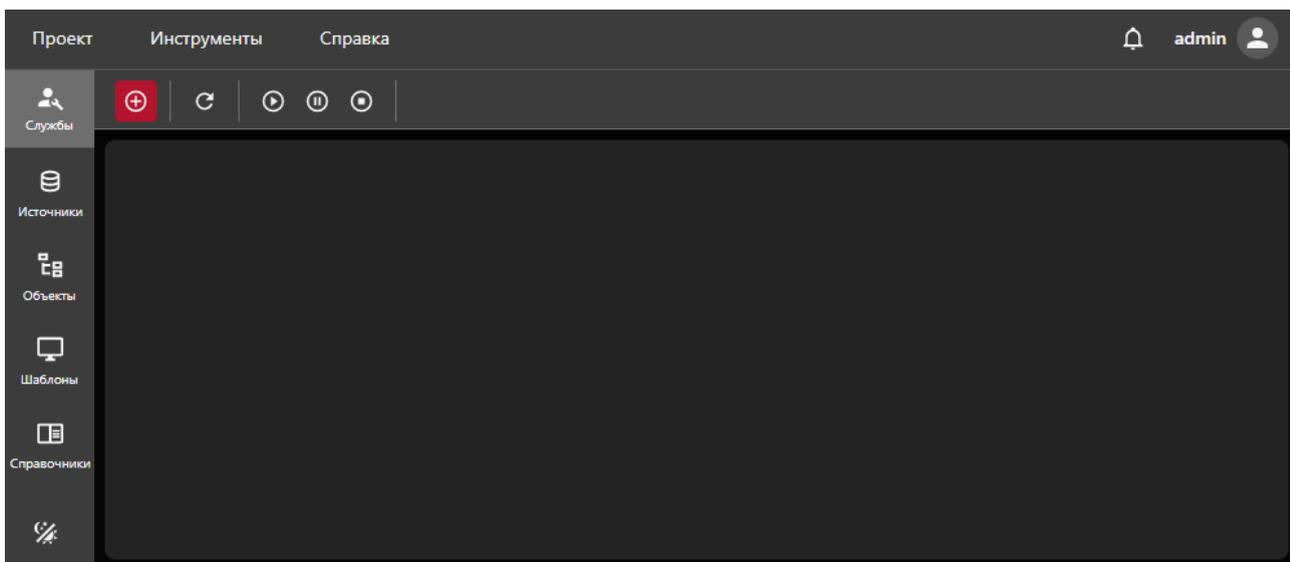

Рисунок 2.2 – Основное окно программы
После успешной авторизации открывается основное окно программы (рисунок 2.2), содержащее следующие элементы:
- 1) В панели навигации выберите вкладку «Службы» (рисунок 2.2).